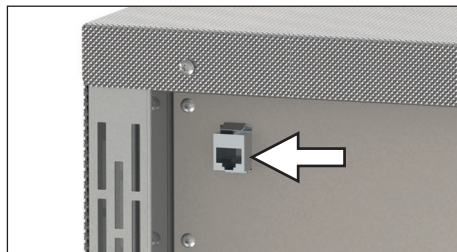
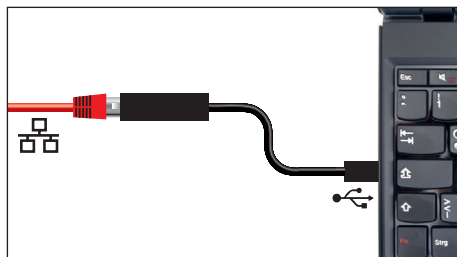

Bild 4 Ethernet-gränssnitt
Bild 7 Konverter Ethernet-USB
Ethernet-gränssnitten avser apparater som uppfyller kraven enligt IEC 60950-1. Via ett Ethernet-gränssnitt kan enheten anslutas till ett nätverk, och med den tillgängliga tillvalsprogramvaran AtmoCONTROL kan du välja protokoll. Ethernet-gränssnittet sitter på baksidan av enheten (Bild 4).
- ▶ Konverter Ethernet-USB (Bild 7). Gör det möjligt att koppla enhetens nätverksanslutning (se sidan Bild 4) till USB-anslutningen på en PC/laptop.